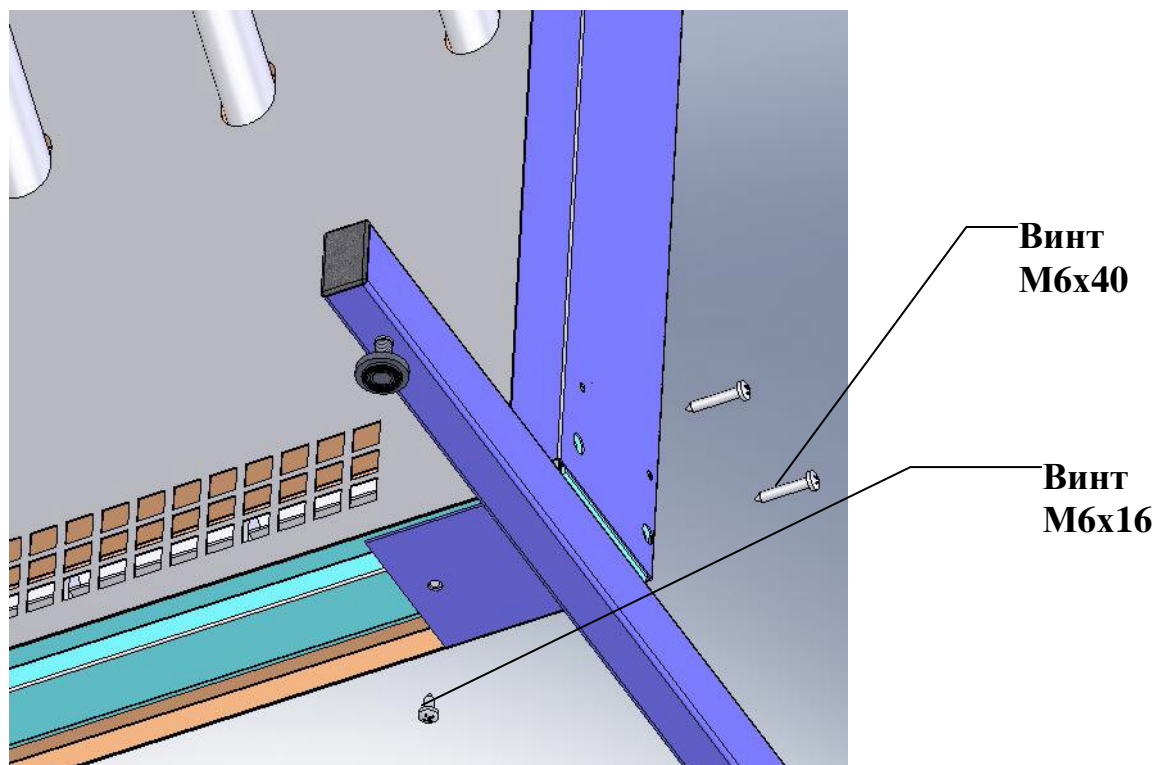

Рис. 6 Схема крепления опор подставки
- 6.1. В случае комплектации сушильной панели подставкой, прикрепить опоры подставки к корпусу с помощью винтов М6х40 и М6х16 (см.рис.6).